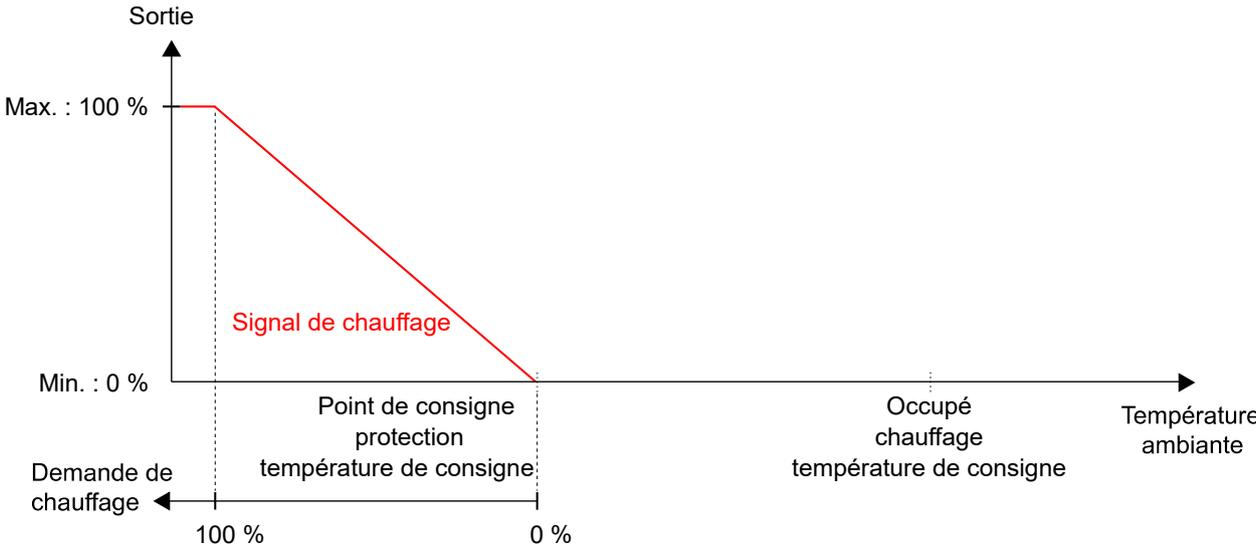

Fig. 2-19 Fonctionnement de régulation pour le mode Arrêt.
*Fig. 2-19* illustre le fonctionnement de régulation lorsqu'aucune limite max ou min n'est configurée pour le signal de sortie.